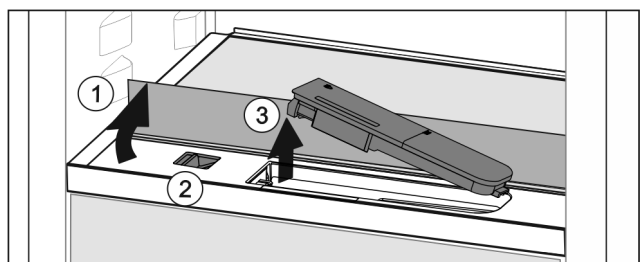

Fig. 53
- ▶ Підняти скляну панель і відкинути до упору назад *Fig. 53 (1)*.
- ▶ Посуньте повзунок *Fig. 53 (2)* уліво.
- ▶ Вийняти бак для води *Fig. 53 (3)*.